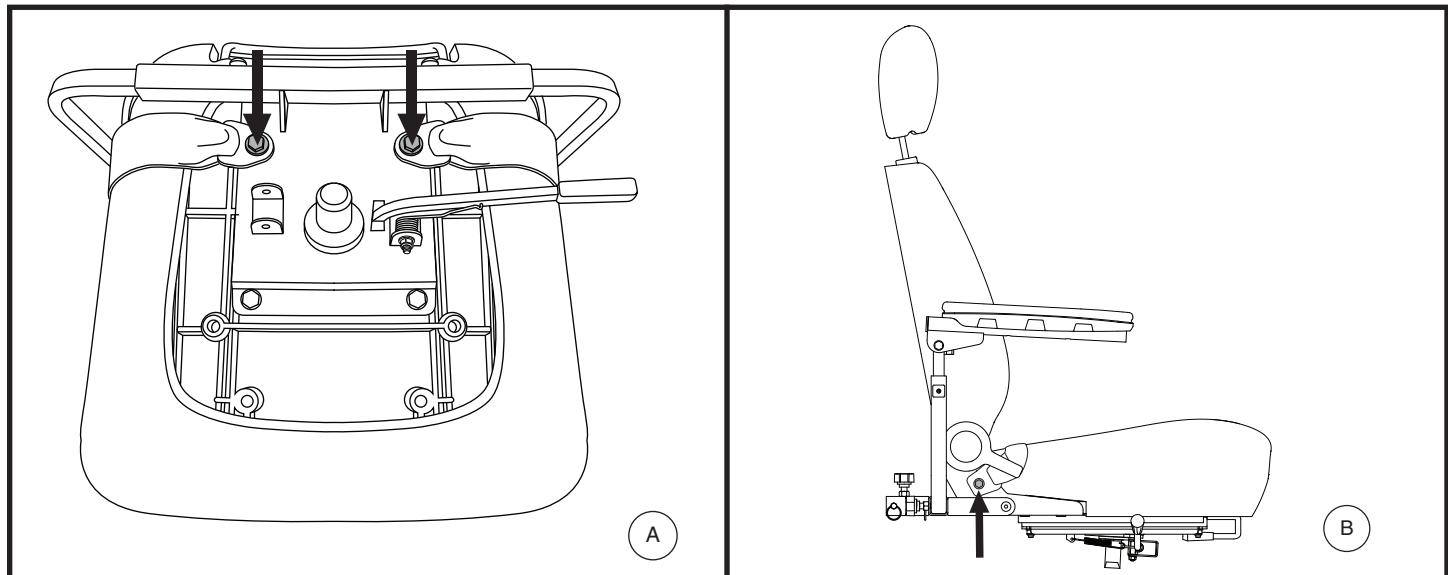

Abb. 17. Befestigungsschrauben des Rückhaltegurts
Ihr Elektromobil ist mit einem KFZ-typischen Rückhaltegurt ausgestattet, der dem Benutzer angepasst werden kann. **Siehe Abb. 17.** Der Rückhaltegurt wurde konzipiert, um ein Auf- oder Abwärtsrutschen des Fahrers zu verhindern. Der Rückhaltegurt ist nicht als Rückhaltesystem entwickelt worden.
2. Sitz umdrehen, um die Unterseite einzusehen. Siehe Abb. 17.